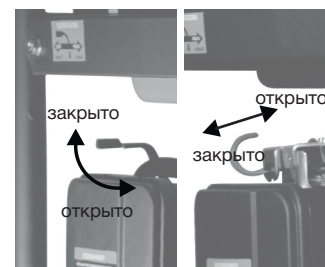

Рис. 2
3. Закрыть воздушную заслонку карбюратора, переведя рычаг воздушной заслонки в закрытое положение. После прогрева двигателя в течении 1-2 минут, перевести рычаг воздушной заслонки в открытое положение (Рис. 2).
7. После прогрева двигателя в течении 1-2 минут, перевести рычаг воздушной заслонки в открытое положение (Рис. 2)..